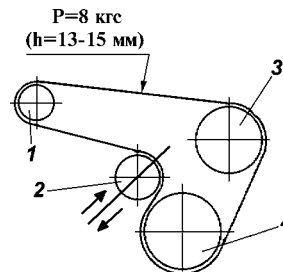

Рис. 7. Схема натяжения ремня привода генератора и насоса системы охлаждения:
- ослабьте болт крепления натяжного ролика 2 (рис.7);
- ослабьте болт крепления натяжного ролика 2 на оси (см. рис. 7);
- выкручивая болт перемещения натяжного ролика (см. рис. 7), ослабьте натяжение ремня;